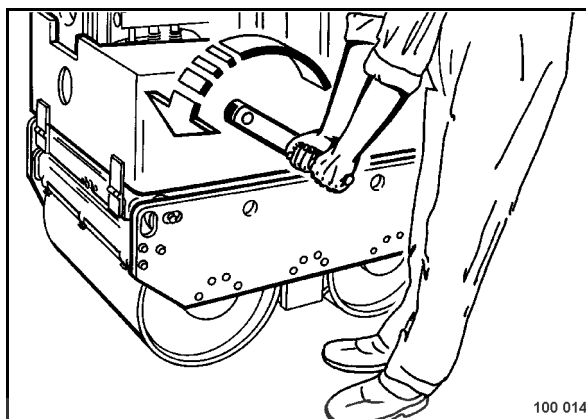

fig. 17
- Se placer correctement par rapport à la machine et veiller à la position des mains sur la manivelle (fig. 17).